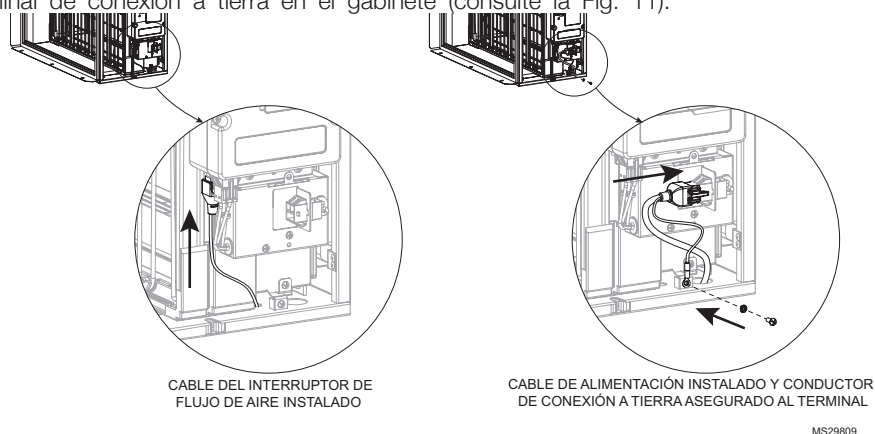

Fig. 11. Instalación del cable del interruptor de flujo de aire y del cable de alimentación.
- Enchufe el cable de alimentación y el cable del interruptor de flujo de aire en sus conectores de suministro eléctrico (ver Fig. 11).
- Con el tornillo incluido en el terminal de conexión a tierra, asegure el conductor de conexión a tierra del cable de alimentación al terminal de conexión a tierra en el gabinete (consulte la Fig. 11).
4. **Modelos 1620/2020/2520:** desconecte el cable de alimentación y el cable del sensor de flujo (si está conectado) del módulo de mejoramiento (ver Fig. 11 en la página 15).
14. **Modelos 1620/2020/2520:** vuelva a conectar el cable de alimentación y el cable del sensor de flujo (ver Fig. 11 en la página 15).